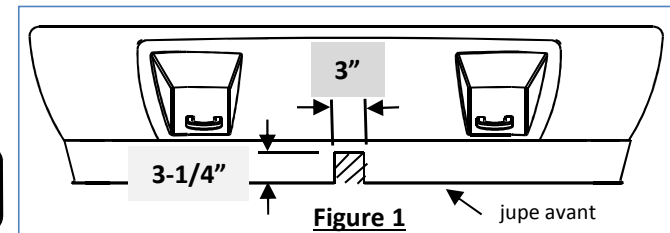

Figure 1
- Découper la jupe avant** - Marquer une zone de 3 po de large par 3 1/4 po de haut dans le centre de la jupe inférieure. Voir la figure 1. À l'aide d'un couteau utilitaire, découper la jupe avant avec précaution.
- Desserrer la barette garde-boue** - Retirer les deux (2) boulons M10 les plus à l'arrière de la barette en plastique. Ne pas retirer les deux (2) boulons avant.